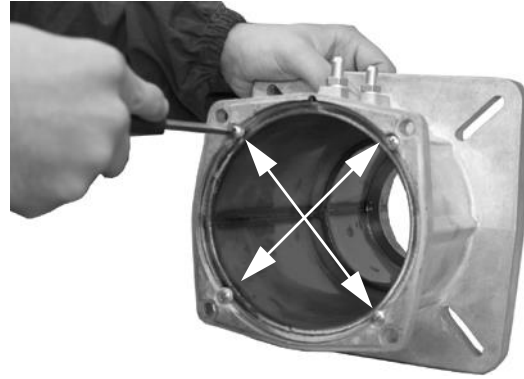

Abb. 5
- 3 Entfernen Sie die 4 Schrauben, mit denen das Strahlrohr am Flanschstück befestigt ist (Abb. 5).